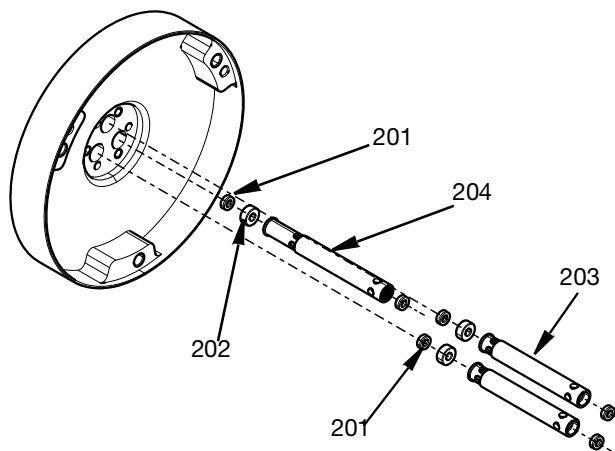

FIG. 26
- Inserire i distanziatori della guarnizione di ingresso (203) e distanziatore della guarnizione di ritorno (204), guarnizioni dell'asta (201) e cuscinetti dell'asta (202) nel corpo centrale. Per l'installazione delle guarnizioni dell'asta, vedere **Kit attrezzi di inserimento e rimozione delle guarnizioni, 25T489**, pagina N. 36. Notare che il distanziatore della guarnizione di ritorno più lungo (204) è inserito nella camera III, come indicato sulla parte anteriore del corpo centrale. Vedere FIG. 26.